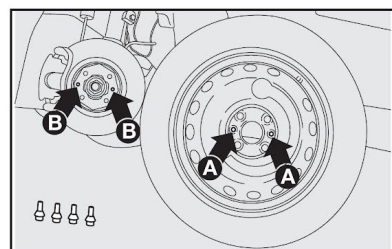

fig. 8
- Montar a roda sobressalente, encaixando os furos **A-fig. 8** com os respectivos pinos **B-fig. 8**.